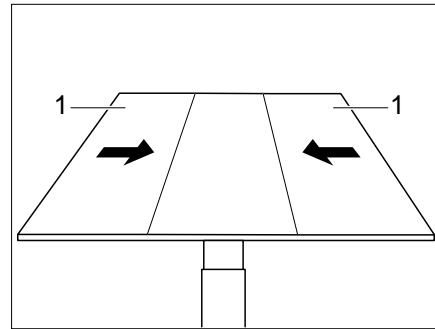

Bild 102 Seitenteile auf Mittelteil schieben
- Die Außenteile (Bild 102,1) des Tisches auf das Mittelteil schieben.